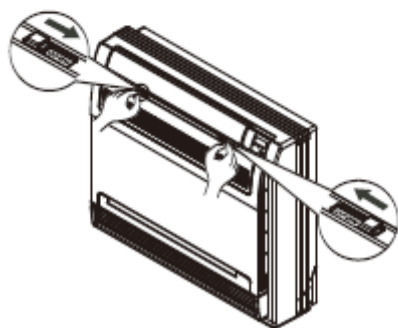

Fig. F1
1. Otwórz panel przedni. (patrz Fig. F1)